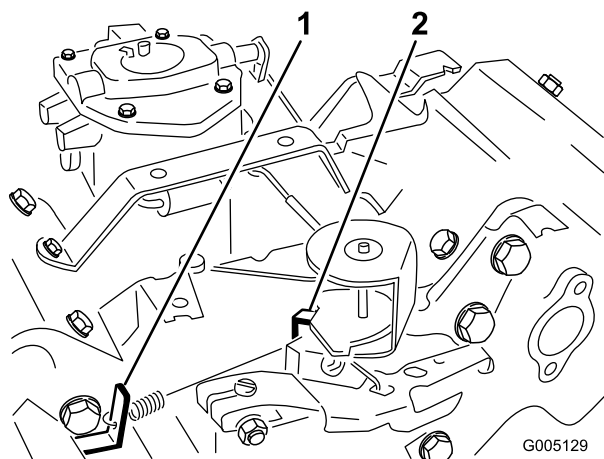

Figura 51
3. Dobre o batente da mola de velocidade intermédia (Figura 51) até obter uma velocidade de 1650 ± 100 rpm. Verifique a velocidade com um tacómetro.
elevada (Figura 51) até obter uma velocidade de 2850 ± 50 rpm.